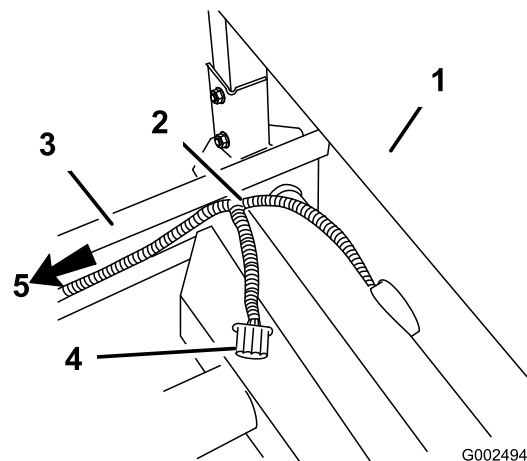

図 9
- ROPS カバーのところ(座席アセンブリ後部)で、ハーネスを立ち上げてフレームの上に出し、散布システム用の電源コネクタが車両下部から上に出るようにする(図 9)。
- フレームに沿って新旧のハーネスを車両後部の速度センサーまで引きもどす(図 9)。
15. フレームに沿って新旧のハーネスを車両後部の速度センサーまで引きもどす(図 9)。